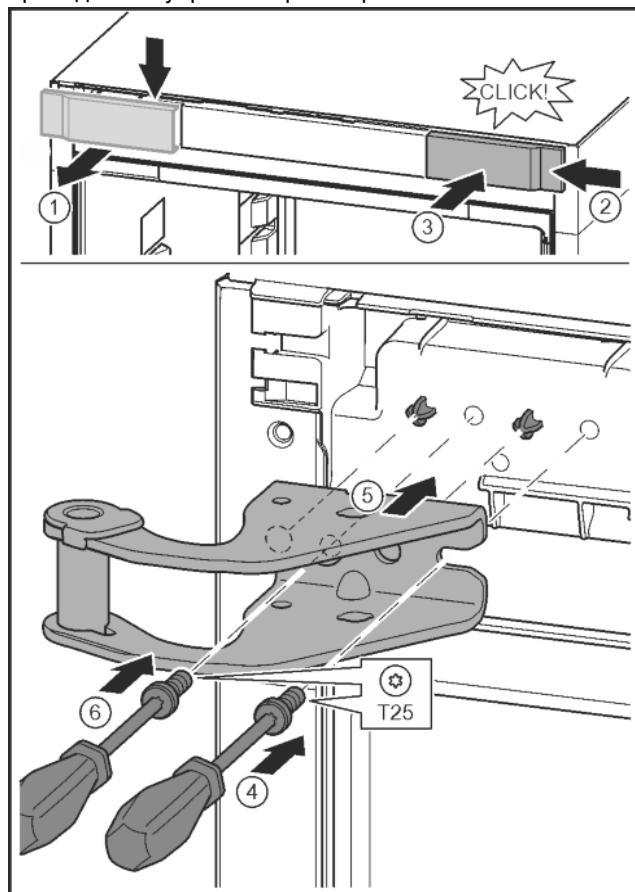

Fig. 11
- ▶ Отпустить крышку и снять сбоку. Fig. 11 (1)
- ▶ Навесить крышку, повернув ее на 180°, справа с другой стороны. Fig. 11 (2)
- ▶ Крышку зафиксировать. Fig. 11 (3)
- ▶ Установить винт отверткой T25. Fig. 11 (4)
- ▶ Установить верхний опорный кронштейн. Fig. 11 (5)
- ▶ Затянуть винт. Fig. 11 (4)
- ▶ Вставить и затянуть винт отверткой T25. Fig. 11 (6)